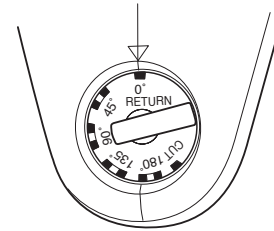

Fig. 8
- Retrait (Fig. 8)
Mettre la bague de réglage sur la position "RETURN", comme indiqué à la Fig. 8, et tirer à nouveau sur la gâchette.